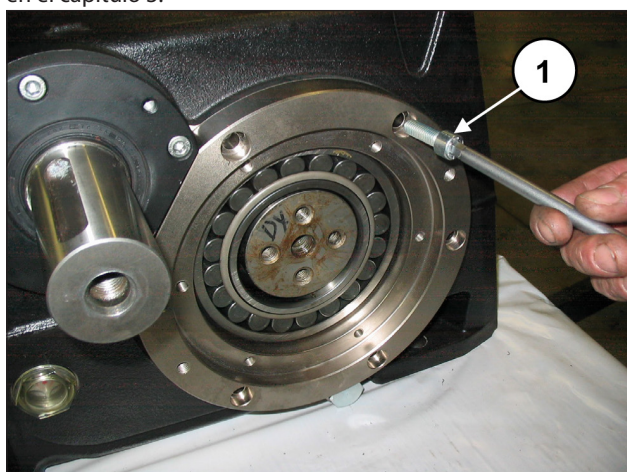

Fig. 74
Bloquear las tapas portacojinete con los 6+6 tornillos M10x30 (pos. ①, Fig. 74). Ajustar los tornillos con la llave dinamométrica como se indica en el capítulo 3.